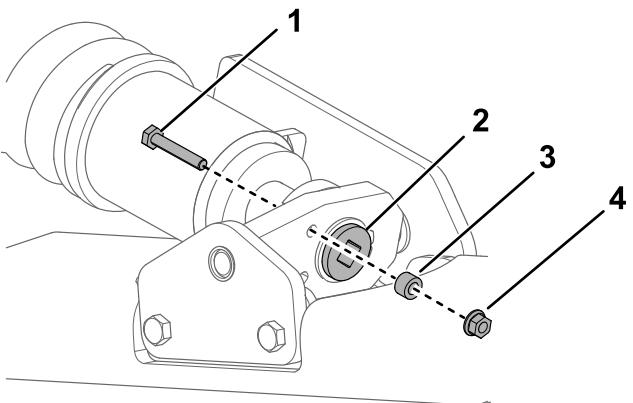
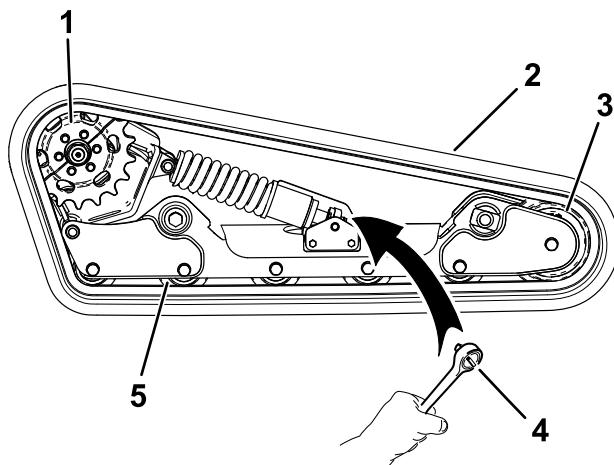

Figure 57
Figure 61
4. Enlevez le boulon de blocage, l'entretoise et l'écrou (Figure 57).
6. Alignez l'encoche la plus proche dans la vis de tension et le trou du boulon de blocage, et fixez la vis avec le boulon et l'écrou de blocage (Figure 57).
- Enlevez le boulon de blocage, l'entretoise et l'écrou (Figure 57).
détendre la transmission (Figure 57 et Figure 61).
- Retirez les 3 boulons qui fixent la moitié de pignon qui n'est pas engagée sur la chenille (Figure 61).
14. Enroulez la chenille neuve autour de la roue avant, puis autour du moyeu d' entraînement sur le côté sans pignon (Figure 61).
15. Poussez la chenille sous et entre les galets de roulement, puis enroulez-la autour du cadre (Figure 61).